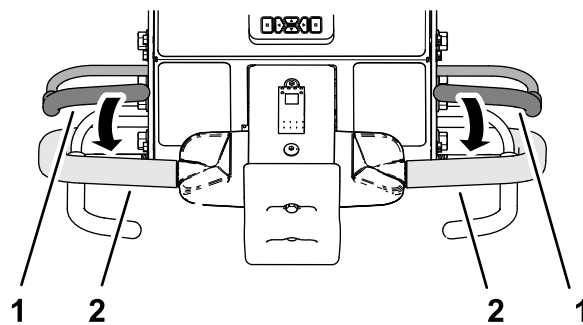

Figura 93
3. Agarre a barra de ligação do lado esquerdo ou direito e a pega de presença do operador (Figura 93), e aperte a pega da barra.